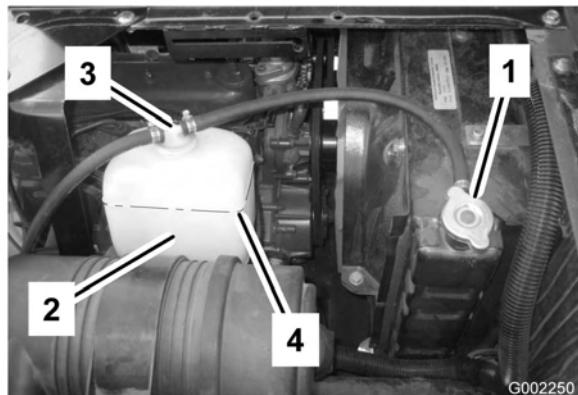

Figure 53
2. Lorsque le moteur est froid, retirez le bouchon du radiateur (Figure 53).